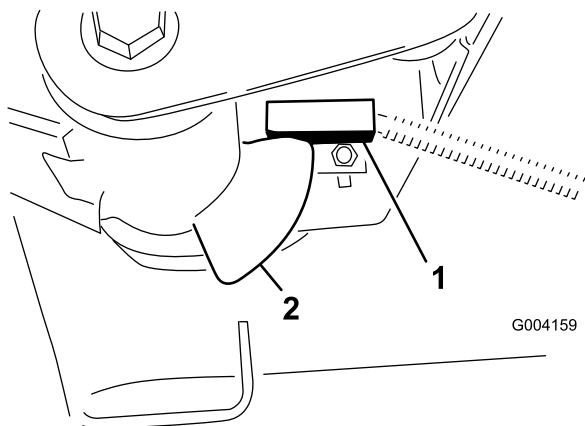

**Bild 41**
2. Der Hubarmschalter befindet sich unter dem Hydraulikbehälter hinter dem rechten vorderen Hubarm (Bild 41).
3. Lösen Sie die Befestigungsschrauben des Schalters (Bild 41) und schieben Sie den Schalter nach unten,